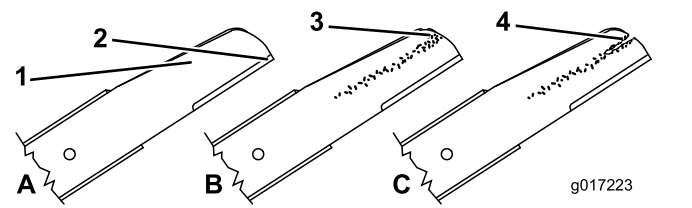

Figura 29
1. Inspeccione los filos de corte (Figura 29). Si los filos de corte no están afilados o tienen muescas, retire las cuchillas y haga que las afilen o cámbielas.
2. Inspeccione las cuchillas, especialmente la parte curva (Figura 29). Si observa cualquier daño o desgaste, o la formación de una ranura en esta zona, reemplace las cuchillas de inmediato por cuchillas nuevas.